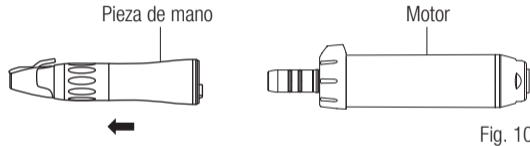

Fig. 10
5) Extraiga la pieza de mano del motor (Fig. 10).